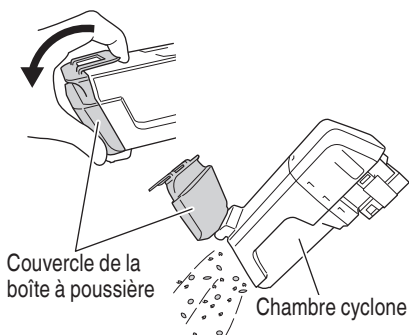

Fig. 20
- (2) Nettoyez la poussière dans la chambre cyclone (Fig. 20)